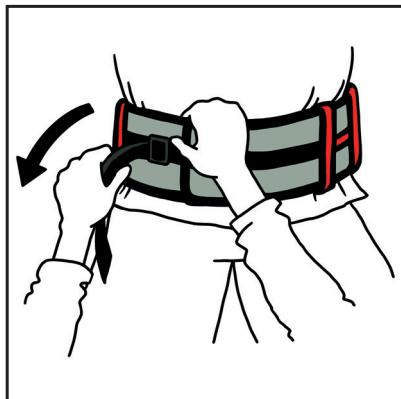

Bild 1
- Den Hüftgurt um Taille oder Hüfte des Nutzers legen und die Gartschnalle vor dem Bauch schließen (Bild 1). Das Gurtende greifen und den Hüftgurt enger ziehen, bis er eng aber noch angenehm beim Nutzer anliegt. Gegebenenfalls den Gurt nachziehen, wenn der Nutzer aufsteht (Einsatz beim Gehtraining).